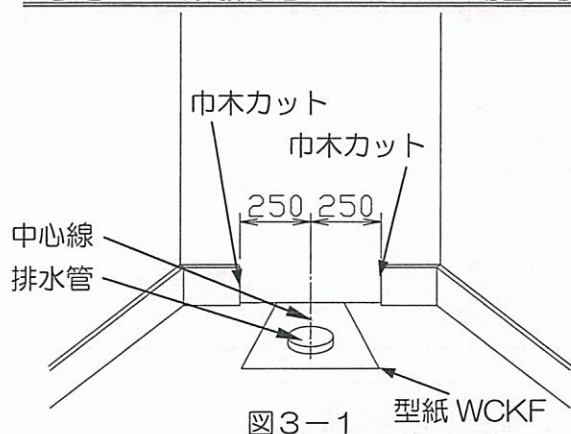
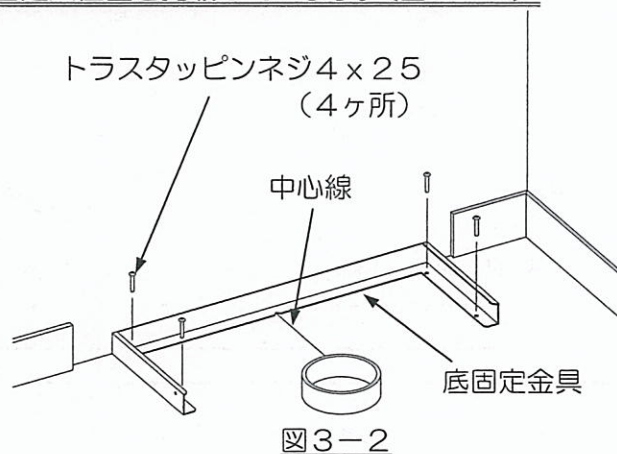

図3-1
図3-2
- (1) 排水芯の中心線をけがき、後壁の巾木を中心線から左右250mm程度カットしてください。(図3-1)
- (2) 型紙 WCKF の排水口部ミシン目を破った後に排水配管に挿入し、型紙の目盛で排水芯(排水管中心)から後壁との距離を測ってください。
②底固定金具の取付
- (1) 底固定金具を後壁に当てた状態で排水芯の中心線と底固定金具の切欠きを位置合わせして床にトラスタッピンネジ4×25 4本で固定してください。(図3-2)